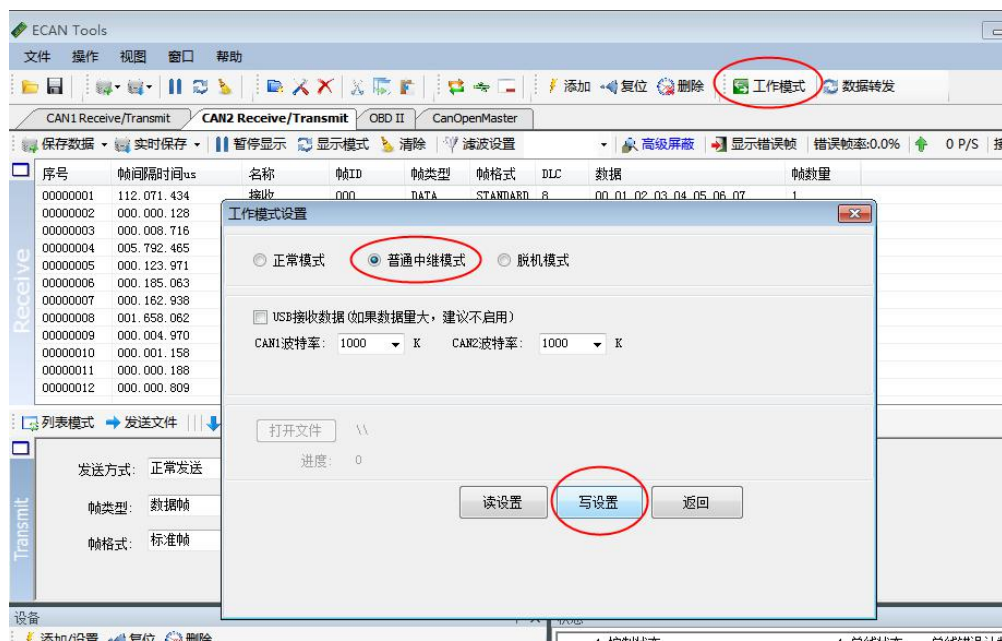

Figure 4.2 Software interface
4. Click“工作模式”——“普通中继模式”——“写设置”——Close the software and poewr on again. See figure 4.2.